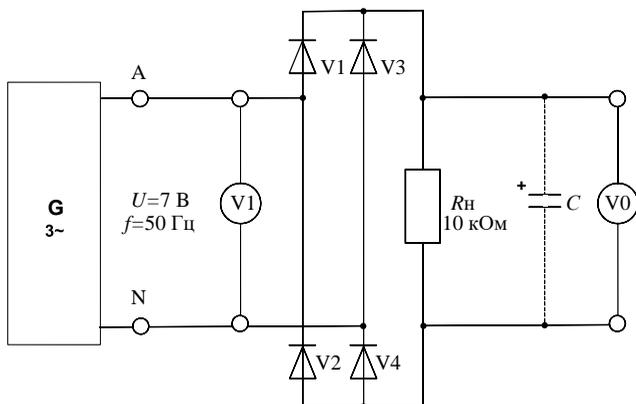
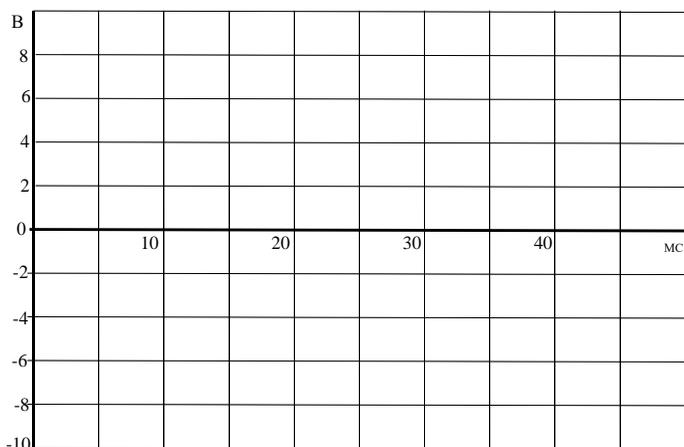

Рисунок 6 – Схема экспериментального исследования двухпериодного мостового выпрямителя
Рисунок 7
2.1. Соберите цепь согласно схеме (рис. 6) без сглаживающего фильтра. На схеме V0 и V1 – входы коннектора. При сборке схемы обратите внимание на полярность электролитического конденсатора. Включите виртуальные приборы V0 и V1 и осциллограф. Подключите два любых входа осциллографа к каналам V0 и V1. Установите развертку 5 мс/дел. Перенесите на график (рис. 7) осциллограммы входного и выходного напряжений.
таблице 2, повторите измерения и дорисуйте графики выпрямленного напряжения на рис. 7.